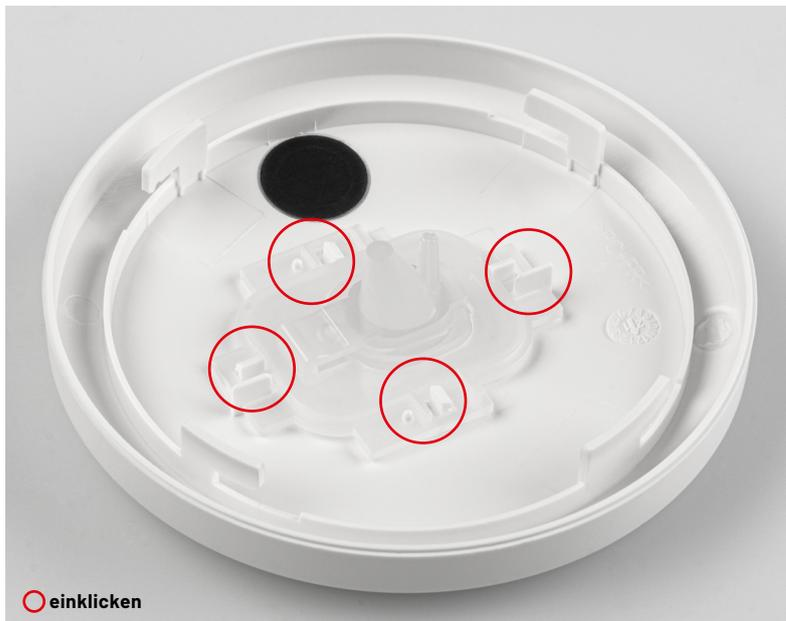

Bild 11: Einsetzen des Lichtleiters (inkl. der zuvor eingesetzten Dichtung) in die Geräteober- schale und Verkleben der Membran
Setzen Sie den Lichtleiter in das Gehäuseoberteil und klicken Sie ihn ein (Bild 11). Achten Sie auf die korrekte Ausrichtung. Kleben Sie die Membran wie folgt in den Gehäusedeckel:
2. Kleben Sie die Membran wie in Bild 11 gezeigt in das Gehäuseoberteil. Achten Sie darauf, dass die Membran so in das Gehäuseoberteil geklebt wird, dass die Öffnungen abgedeckt sind.